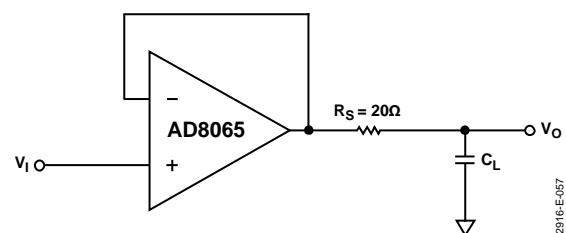

图57. 输出隔离电阻
- 如图57所示，将一个小电阻(R_s)与输出端串联，从而将负载电容与放大器的输出级隔离开来。电阻值最好选择为 $20\text{ }\Omega$ (见图10)。